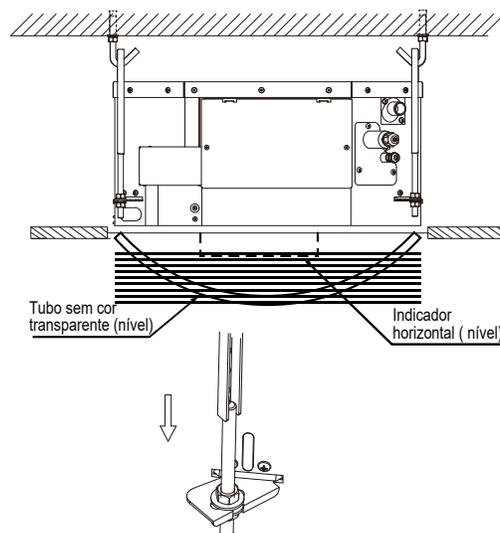

Figura 15
- Use ganchos de montagem ajustáveis para garantir que o corpo da unidade esteja nivelado; caso contrário, pode ocorrer vazamento de água. Calibre o nivelamento da unidade usando um nível de bolha ou um tubo de polietileno cheio de água. Consulte a Figura 15.